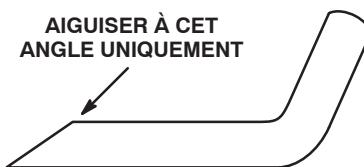

Figure 65
3. Examinez les tranchants de toutes les lames et aiguisez-les s'ils sont émoussés ou ébréchés. Pour que les lames soient bien coupantes, aiguisez uniquement la partie supérieure du tranchant en conservant l'angle de coupe d'origine (Fig. 65). Limez la même quantité de métal sur chacun des deux tranchants pour ne pas déséquilibrer la lame.